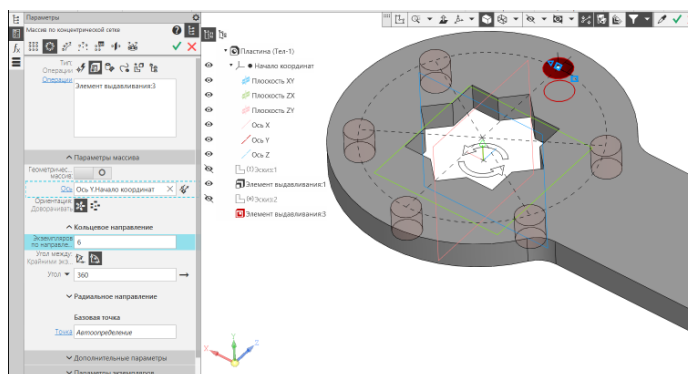

Рис. 18 Создание массива по концентрической сетке
- **Твердотельное моделирование – Массив, копирование – Массив по концентрической сетке.** Выбрать элемент массива (Выдавливание 2), ось вращения (Y), количество элементов массива (6), угол (360^0) (рис. 18).